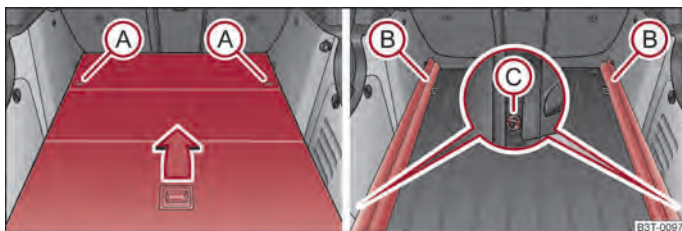

Abb. 74 Gepäckraum: Variablen Ladeboden ausbauen / Tragschienen ausbauen
- Entriegeln Sie den variablen Ladeboden durch Drehen der Sicherungsösen (A) ⇒ Abb. 74 nach links um ca. 90°.
- Entriegeln Sie die Tragschienen (B) durch Drehen der Aufsteck-Befestigungsösen (C) nach rechts um ca. 90°.